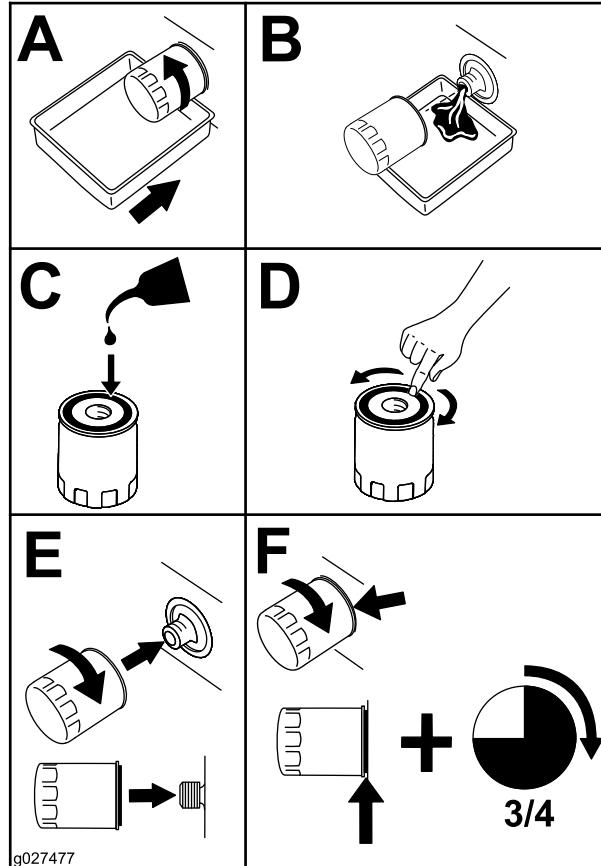

**Figure 51**
6. Versez lentement environ 80 % de l'huile spécifiée dans le tube de remplissage, puis faites l'appoint lentement jusqu'à ce que le niveau atteigne le repère maximum (Full) (Figure 51).